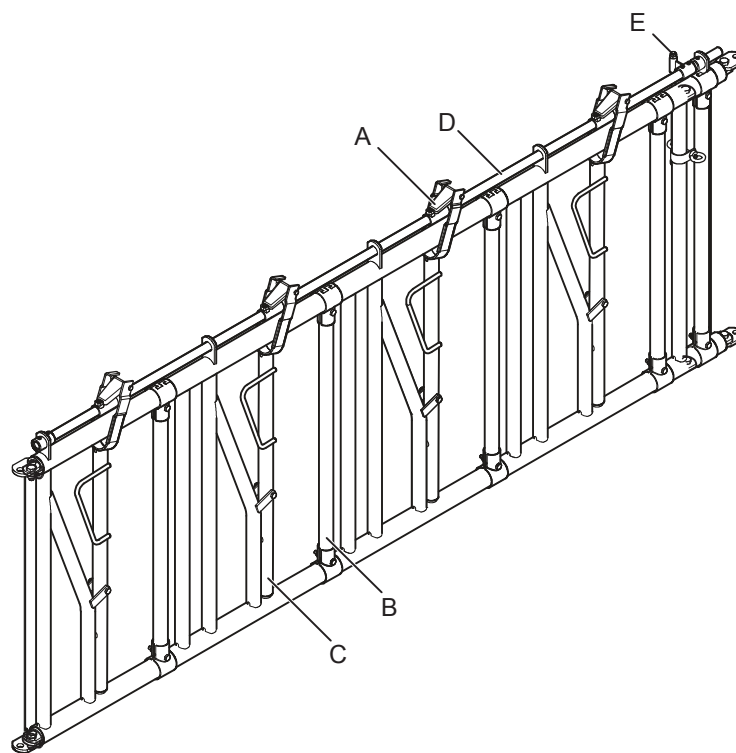

Fig. 2
- En standardversjon, der plastdelene (A), det justerbare røret (B), det dreibare røret (C), kontrollrøret (D) og kontrollenheten (E) må monteres på gården, og der kontrollrøret (D) og kontrollenheten (E) må bestilles separat (se Fig. 2).
- En montert versjon der alle delene monteres på fabrikken og der kontrollrøret (D) og kontrollenheten (E) er inkludert (se Fig. 2).